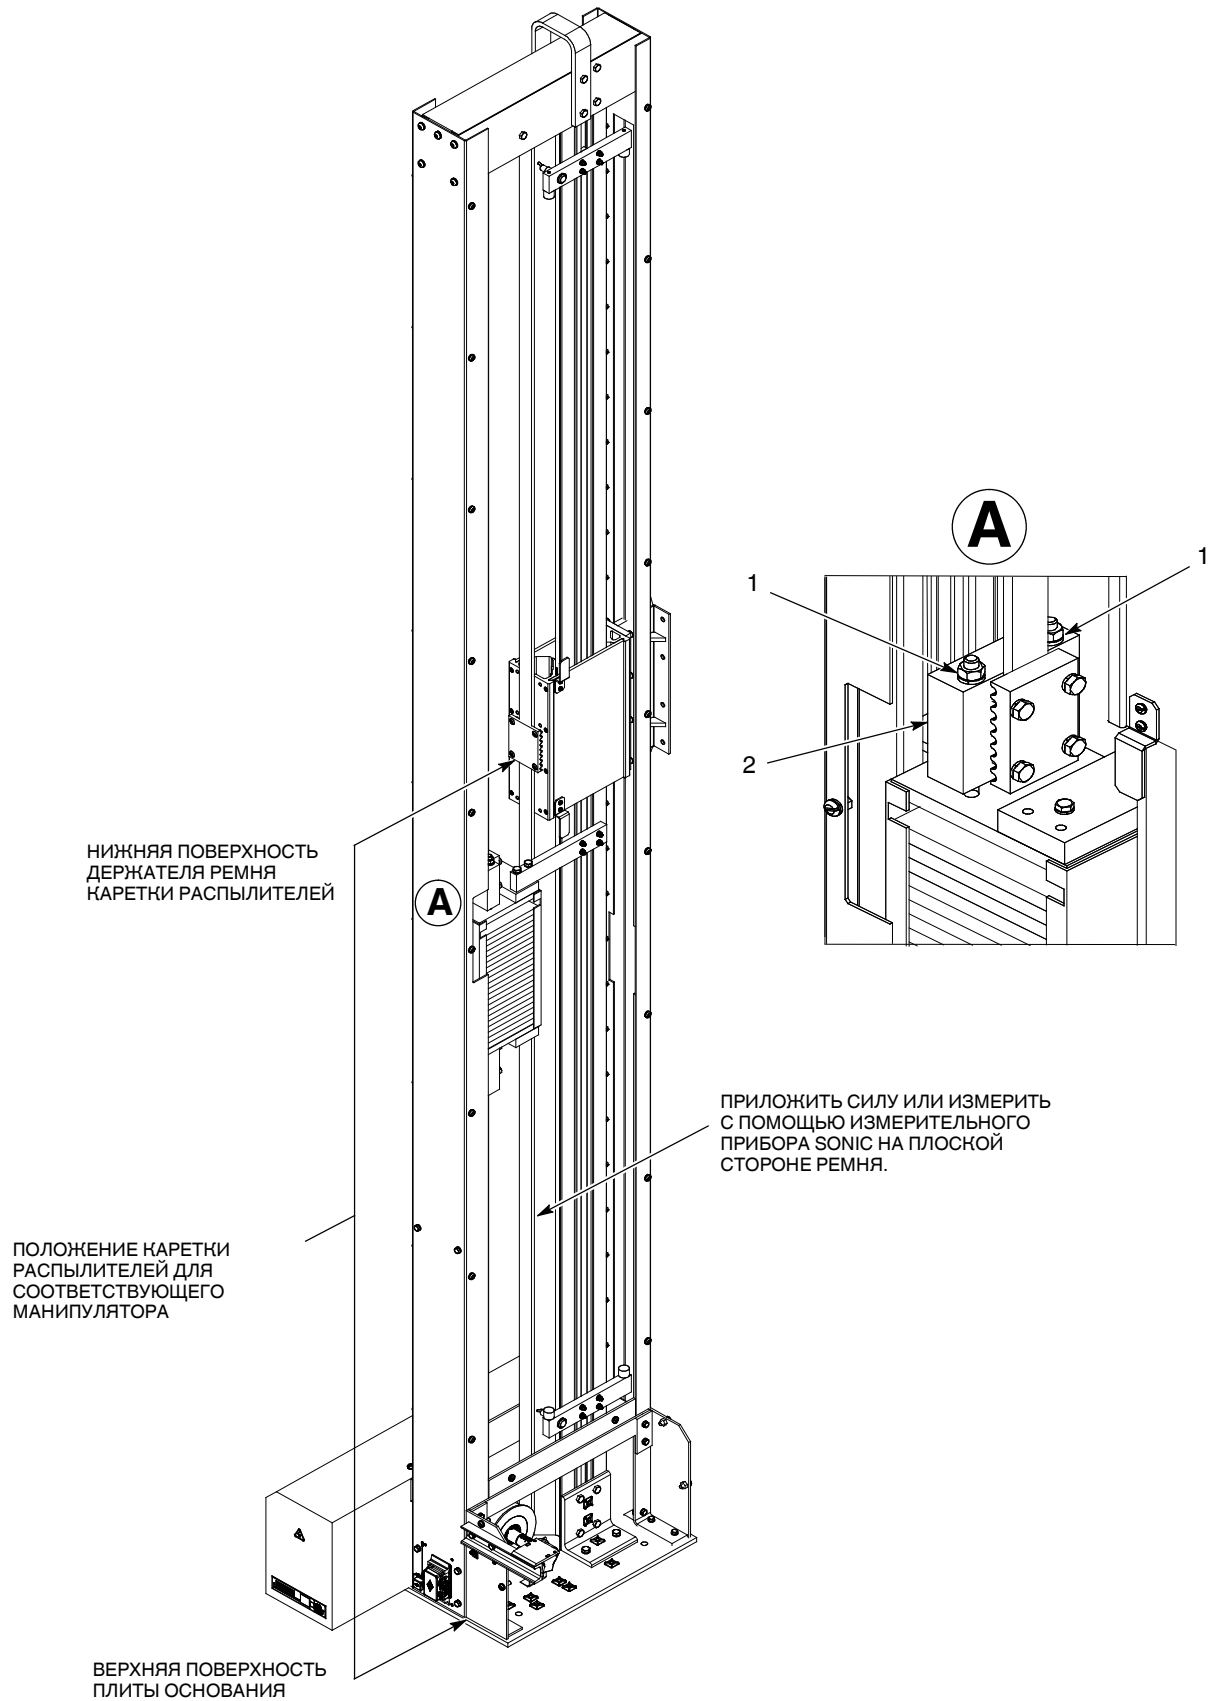

Рис. 10 Регулировка натяжения ремня
2. См. рис. 10. Поочередно затягивать или ослаблять гайки (1) сверху держателя ремня (2), пока не будет получено нужное показание.